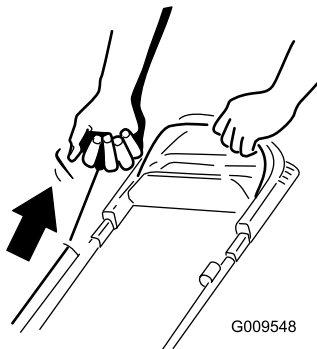

Figure 15
2. Tirez légèrement la poignée du lanceur (Figure 15) jusqu'à ce que vous sentiez une résistance, puis tirez vigoureusement et laissez le câble se rétracter lentement jusqu'au guide sur le guidon.